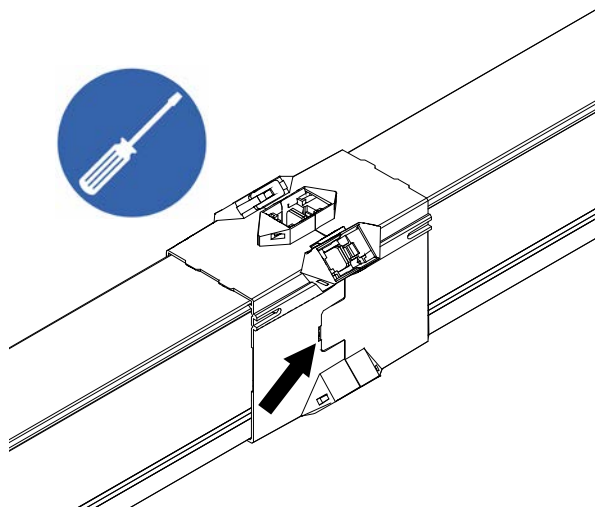

Abb. 128: Große Klips lösen
- Breite Klips an der Seite (2x) mit Schraubendreher lösen (siehe Abb. 128)